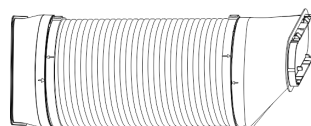

Abbildung 4
4. Nach der Montage sollte es wie in Abbildung 4 aussehen.